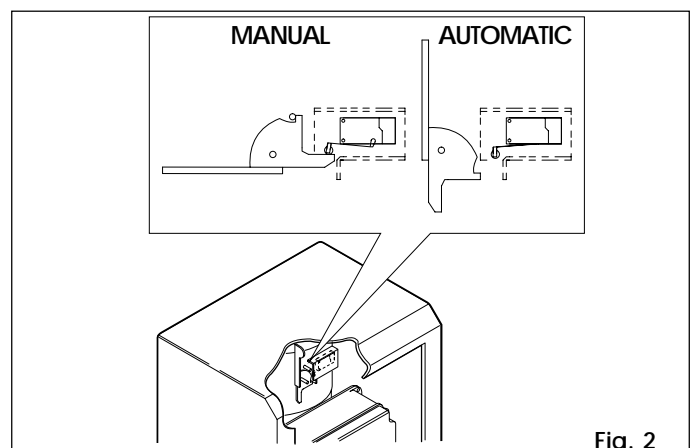

Fig. 2
- Azionare la leva di sblocco indicata in fig. 2.
- Riposizionare la leva di sblocco indicata in Fig. 2 fino a battuta meccanica.